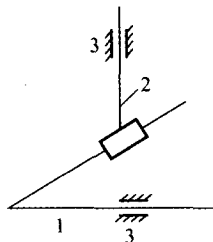

图 1-17 题 1.6.5 图
1.6.5 图 1-17 中的机构可动而自由度计算公式算出为零,为什么会出现这样的情况?